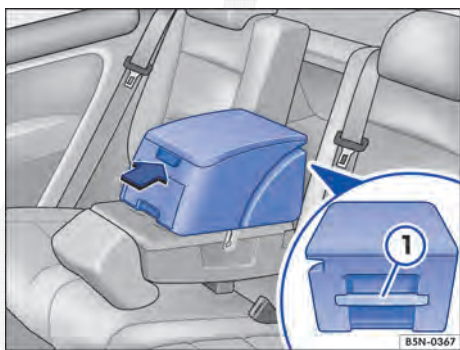

Fig. 122 No descanso-braço central traseiro: caixa multifunções.
Para *remover*, fechar a tampa e o porta-copos. Puxar para cima o botão de destravamento debaixo do manípulo de transporte ⇒ Fig. 122 ① e remover a caixa multifunções para cima.
Para *abrir*, pressionar o botão ⇒ Fig. 122 no sentido da seta e rebater a tampa para cima.